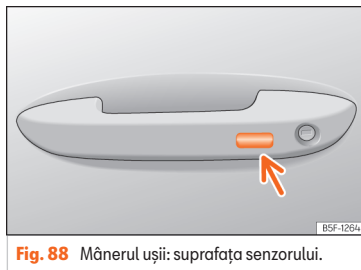

Fig. 88 Mânerul ușii: suprafața senzorului.
- Țineți apăsat butonul ④ de pe telecomandă, până când toate geamurile și trapa sunt închise » » ▲.
- **SAU:** utilizând sistemul Keyless Access (numai încuiere): Țineți apăsată câteva secunde suprafața senzorului de încuiere » » fig. 88 (săgeată) de pe mânerul portierei, pentru a închide geamurile și trapa. Dacă nu mai atingeți suprafața senzorului, funcția de încuiere este întreruptă.
Pentru a închide trapa, țineți apăsată suprafața senzorului de încuiere » » » **fig. 88** (săgeată) de pe mânerul ușii. Dacă nu mai atingeți suprafața senzorului, funcția de încuiere este întreruptă.